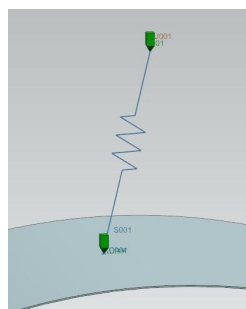

Рис.74
•Смысл этой кинематической связи хорошо иллюстрируется в примере (рис.74, 75). Готовые детали можете взять из директории **Prim_Point_Surf**.